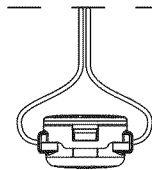

Fig. 18
3. Sujete la perilla del cabezal de corte y haga girar el cabezal de corte hacia la derecha para enrollar la línea en la bobina hasta que salga 5 pulgadas (12.7 cm) por cada lado del cabezal de corte (Fig. 18)
1. Oprima fuertemente las orejetas que se encuentran a cada lado del cabezal de corte. (Fig. 18)